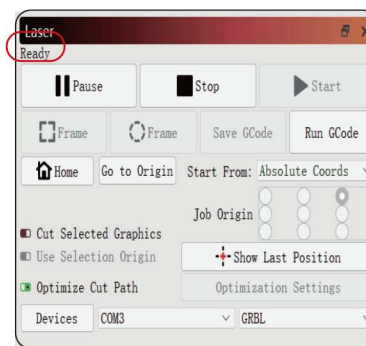

図28 ポートの選択
- ソフトウェアが自動的にレーザー彫刻機に接続しない場合は、図28のようにレーザー彫刻機のポートを選択してください。